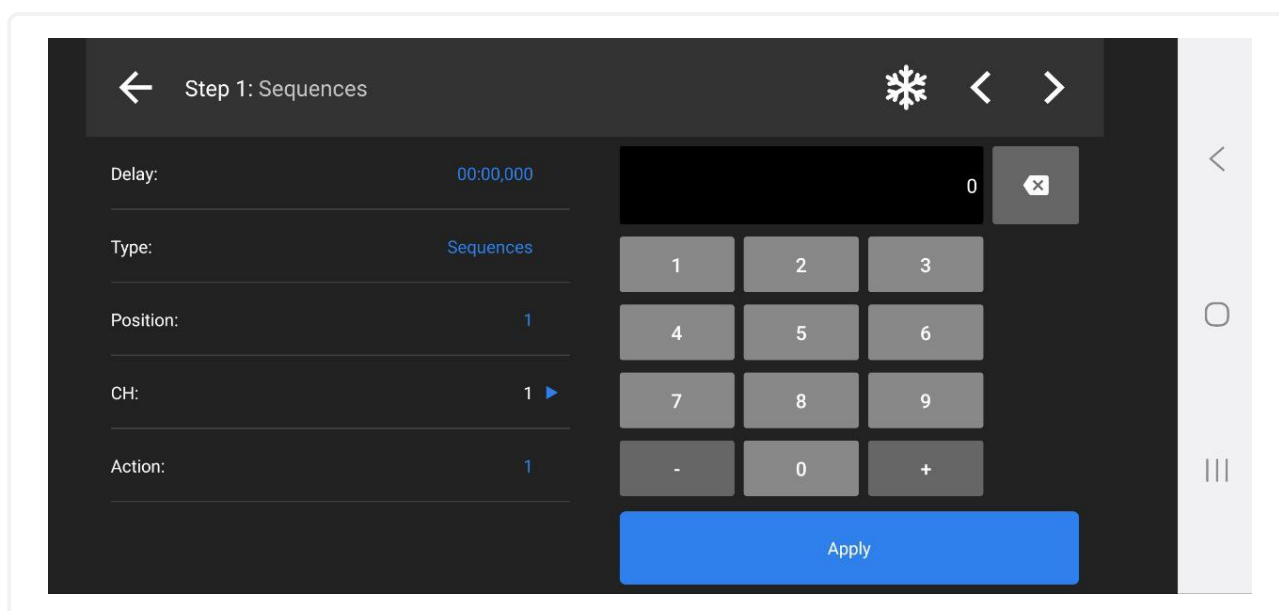

Рис. 24: Экран ввода цифровых значений
4. Установите значение **Position**, **CH**, **Action**. При переходе к установке выбранных позиций в правой части экрана открывается клавиатура с цифровым набором значений (см. рис. 24). При вводе значений руководствуйтесь допустимым диапазоном для каждого параметра: